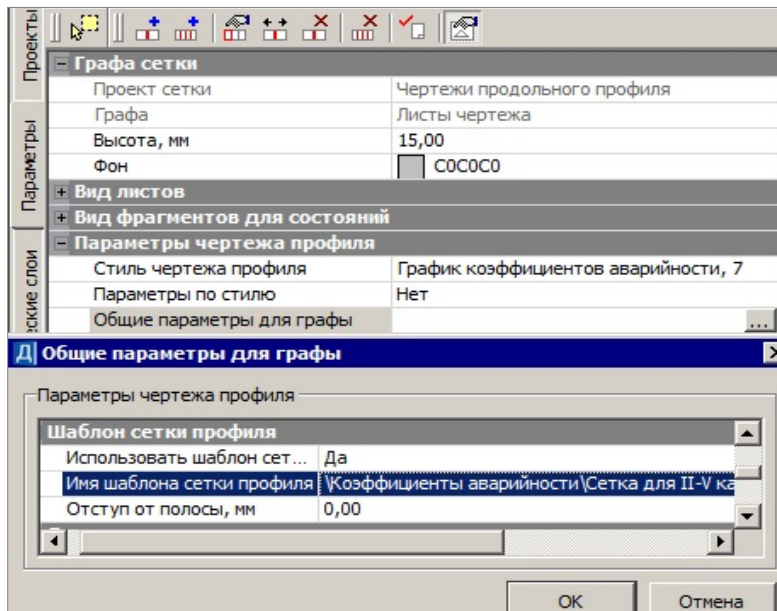

Рис. 22.8
- В строке **Стиль чертежа профиля** из выпадающего списка выберите стиль **График коэффициентов аварийности** (рис. 22.8).
- Обзор**  выберите шаблон сетки для II-V категории (рис. 22.8).